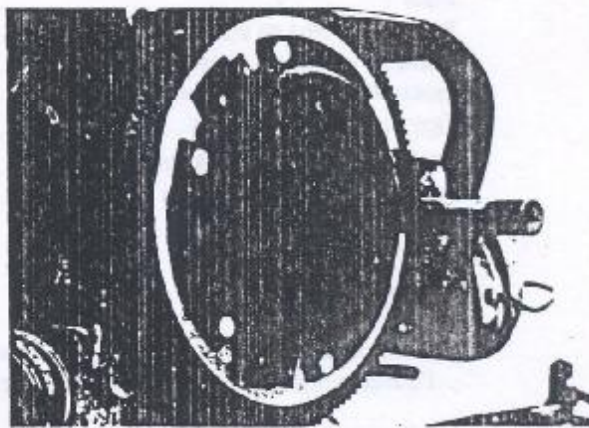

Figura 1.41.5 - Centralização do disco da embreagem
2. Centralizar o disco da embreagem, com o auxílio da ferramenta de centralização G.1.41.01A (Figura 1.41.5).